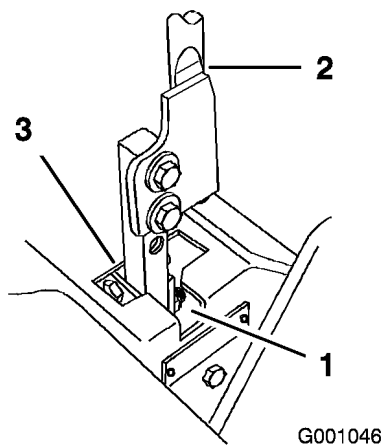

Figura 64
5. Mettete la leva in folle senza bloccarla (Figura 64).
6. Tirate indietro la leva finché il perno con testa (sul braccio sottostante l'albero di articolazione) non tocca l'estremità dell'intaglio (inizia a premere sulla molla) (Figura 64).
7. Controllate dove la leva di controllo corrisponde alla tacca nella console (Figura 64). Deve trovarsi al centro e consentire lo spostamento della leva verso l'esterno, in posizione di bloccaggio in folle.